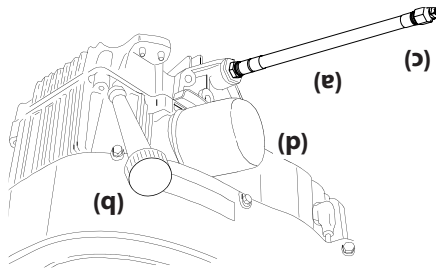

Figure 4-1
2. Localisez la soupape de vidange de l'huile, sur la droite du moteur. Voir la figure 4-1.